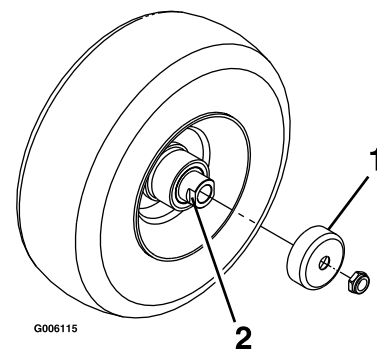

Figure 42
3. Déposez les protège-joints du moyeu de roue (Figure 42).